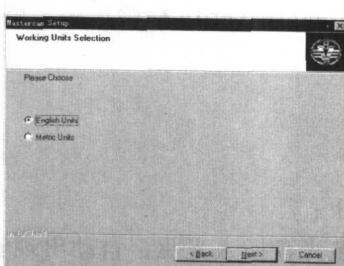

图 1-4
3) 在如图 1-4 所示的工件单位选择对话框中选用 Metric Units (公制单位)，选 **Next >** (下一步)。